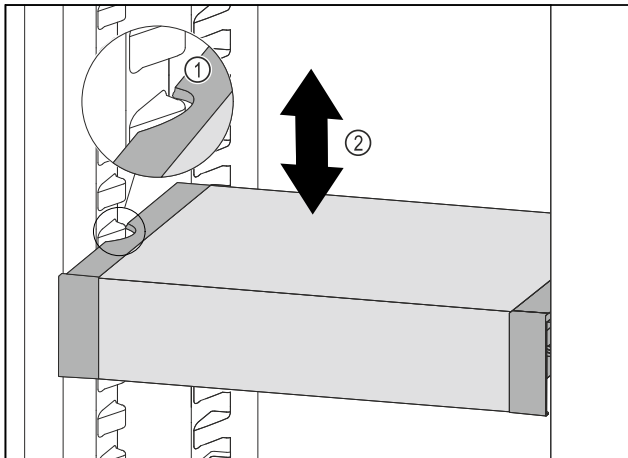

Fig. 146
- ▶ Tire del VarioSafe hacia delante hasta que los huecos laterales del VarioSafe se encuentren a la altura de la nervadura del recipiente en el compartimento del frigorífico. Fig. 146 (1)
- ▶ Mueva el VarioSafe hacia arriba o hacia abajo en el compartimento del frigorífico hasta alcanzar la altura deseada. Fig. 146 (2)